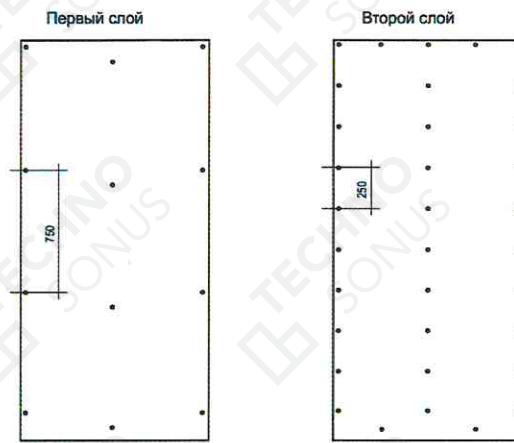

Рисунок 20 - Схема расположения саморезов при двухслойной облицовке ГКЛЗ
6.16. Установить и закрепить финишный слой листов АкустикГипс ГКЛЗ. Вертикальная стыковка листов АкустикГипс ГКЛЗ возможна только по утоненной кромке. Не допускается стыковка утоненной кромки и отрезного края. Важно соблюдать разбег между швами первого и второго слоя. Швы первого и второго слоя должны отстоять друг от друга минимум на 400 мм. Шаг саморезов не более 25 см по вертикали (см. рисунок 20). Первый лист не должен начинаться с утоненной кромки и не должен заканчиваться ей же. Швы между листами не заполняются виброакустическим герметиком Сонетик. Для фиксации финишного (второго) слоя АкустикГипс ГКЛЗ применяются саморезы ТС-ХТН F 3,9x41. Шляпка самореза не должна быть утоплена в слой гипса более чем на 1 мм. Саморезы должны отстоять от края торцевой кромки листов на расстоянии не менее 15 мм и продольной (горизонтальной) кромки – не менее 10 мм.